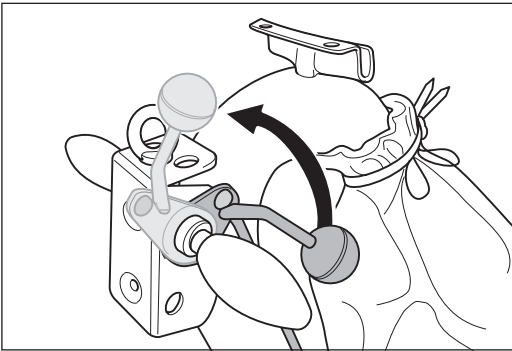

Abb. 95 Den Ablasshebel am Handgriff bis zum Anschlag nach oben ziehen. Dadurch wird die Schleifwalze vom Boden abgehoben.
- 1 Ziehen Sie den Ablasshebel am Handgriff bis zum Anschlag nach oben (Abb. 95). Dadurch wird die Schleifwalze vom Boden abgehoben.